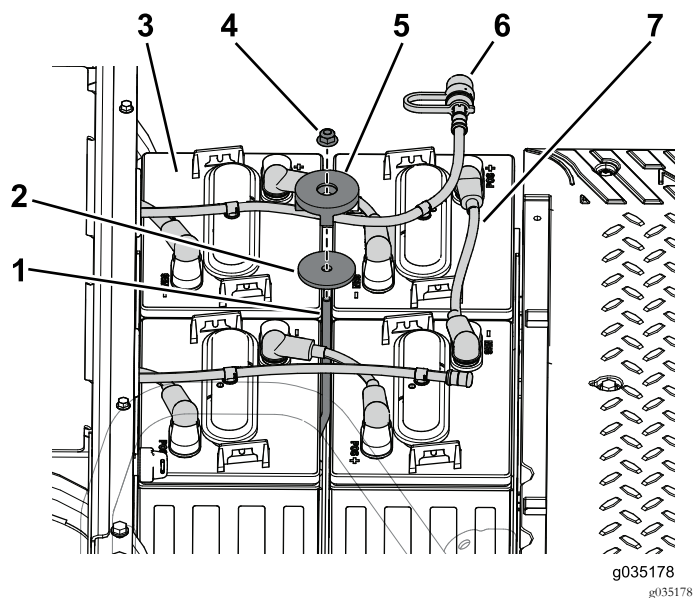

Figura 57
2. Desconecte la manguera de agua de las baterías de la bandeja de baterías delantera (Figura 57).
1. Retire la tuerca con arandela prensada, la pieza de sujeción de la batería y la arandela que sujetan las baterías a la bandeja de baterías delantera (Figura 57).